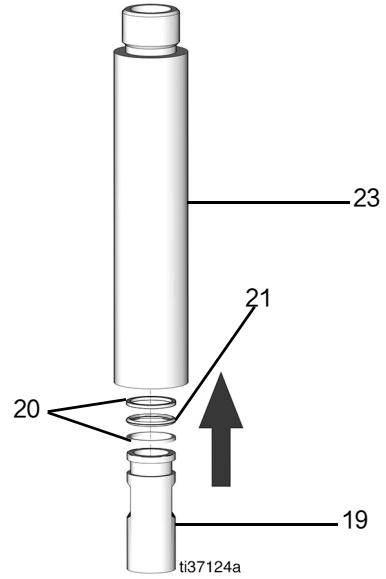

图 59
13. 用新的 O 形圈更换固定螺母 (9) 的外部 O 形圈 (28)，并稍微润滑（图 59）。
14. 将活塞套管 (19) 放入下部泵管 (23) 中，直到就位（图 59）。